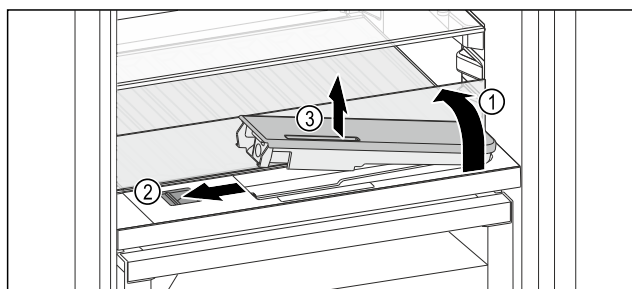

Fig. 135
- Підняти скляну панель і відкинути до упору назад Fig. 135 (1).
- Посуньте повзунок Fig. 135 (2) уліво.
- Вийняти бак для води Fig. 135 (3).